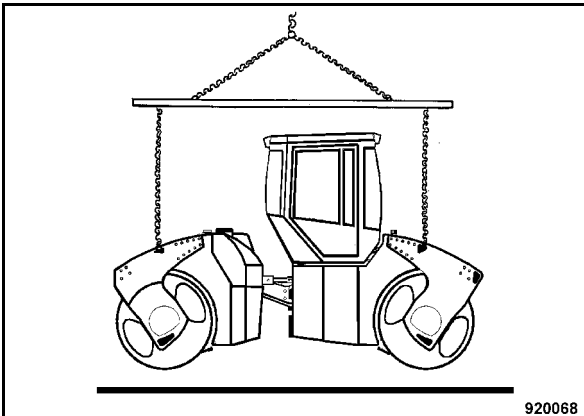

Fig. 119
- Per sollevare la macchina utilizzare i quattro occhielli di sollevamento (Fig. 119) .